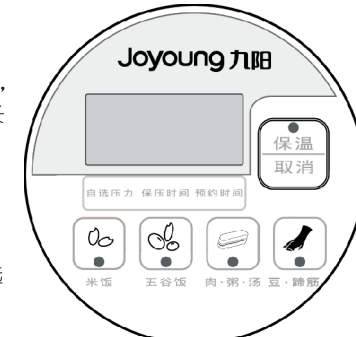

图10
- 1、接通电源，机器“嘀”一声长鸣同时液晶屏显示“00”，表示机器进入待机状态；此时可按下功能键进行选择，灯开始闪烁，7秒钟后停止，指示灯长亮加热。液晶显示相应的工作压力及保压时间。(在此7秒钟内，您可以进行功能切换并进行预约时间设置)。如果想取消先前的烹饪功能，可以按“保温/取消”键予以取消，再重新选择您所需要的烹饪功能。功能键布局如图10所示。